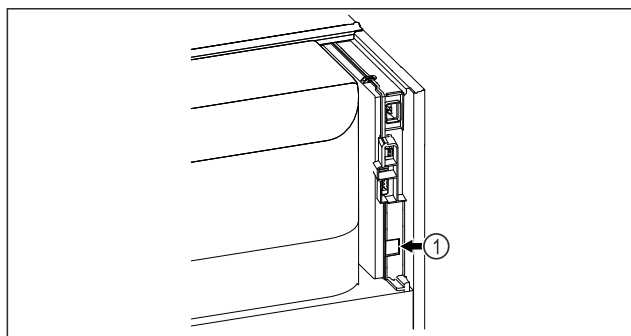

Fig. 92
- A SmartModule Fig. 92 (1) be van helyezve.